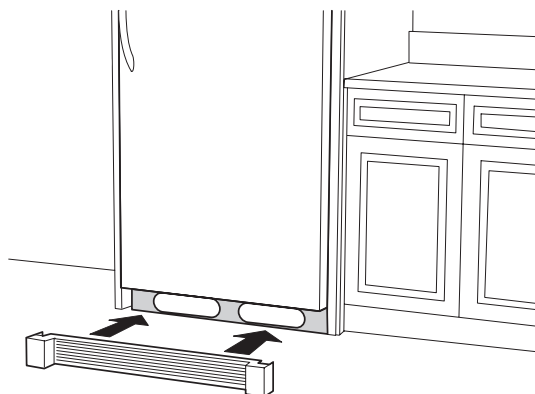

Figure 12
8. Fixez la grille de protection en métal (F) en utilisant les deux vis que vous avez conservées durant la dépose du panneau de la grille de plastique à l'étape 4. Vous pouvez faciliter l'alignement des vis en ouvrant les portes des deux appareils. Faites passer les vis dans les trous sur le côté droit et gauche de la grille de protection et serrez suffisamment. Ajustez de manière à ce que la grille de protection et le bas de la porte soient parallèles, puis serrez les deux vis. Voyez la figure 12.